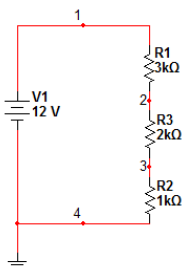

Рис.12.5. Коло постійного струму
1. Визначити напругу на вузлах 1, 2, і 3 при умові, що постійна напруга джерела змінюється від 6 до 36 В (рис. 12.5).